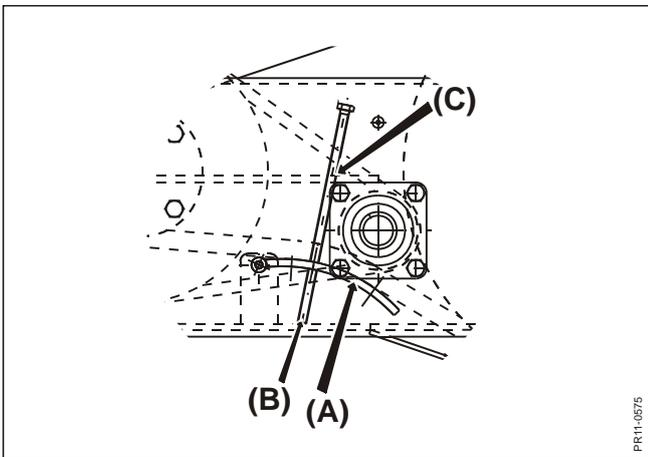

Fig. 9.5
- Fig. 9.5 Tensión de la cadena de 1 ¼":** El cargador (A) en la base de la caja de cadenas se levanta por la regulación del perno (B). No olvide de aplicar el resorte de seguridad (C) que impide la rotación del perno.